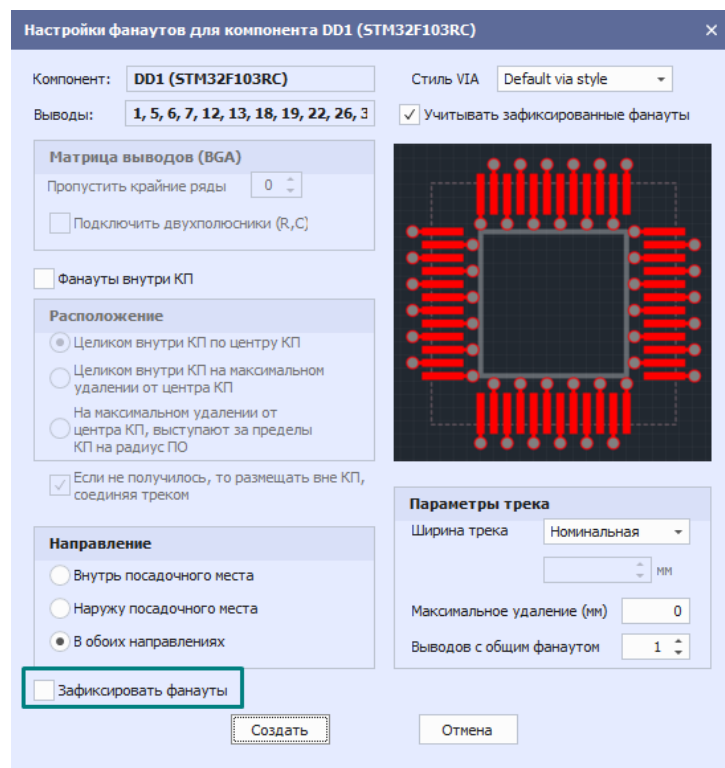

Рис. 271 Установка автоматической фиксации построенных фанатов
- Установка автоматической фиксации построенных фанатов, поставив флаг в чек-боксе «Зафиксировать фанаты», см. Рис. 271.